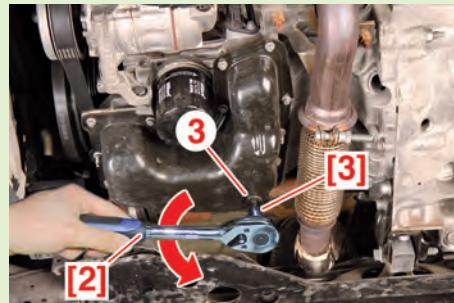

Fig.3
- Desserrer de quelques tours le bouchon de vidange (3) à l'aide de l'outil assemblé (Fig.3).